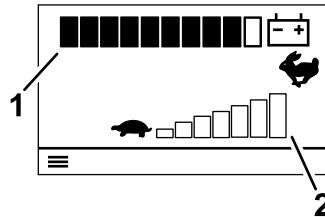

Figura 24
- **Ecrã de informações principais (Figura 24):** exibe as informações atuais da máquina enquanto a chave está na posição ON.